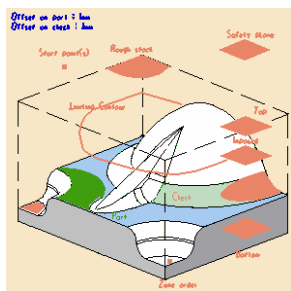

图 3-213 定义加工区域 (13)
- 定义加工区域（13）。单击“Roughing.1”对话框中的，切换到几何参数选项卡，单击对话框中的目标零件感应区，选择整个目标加工零件作为加工对象，如图 3-213 所示，在空白处双击鼠标左键返回。